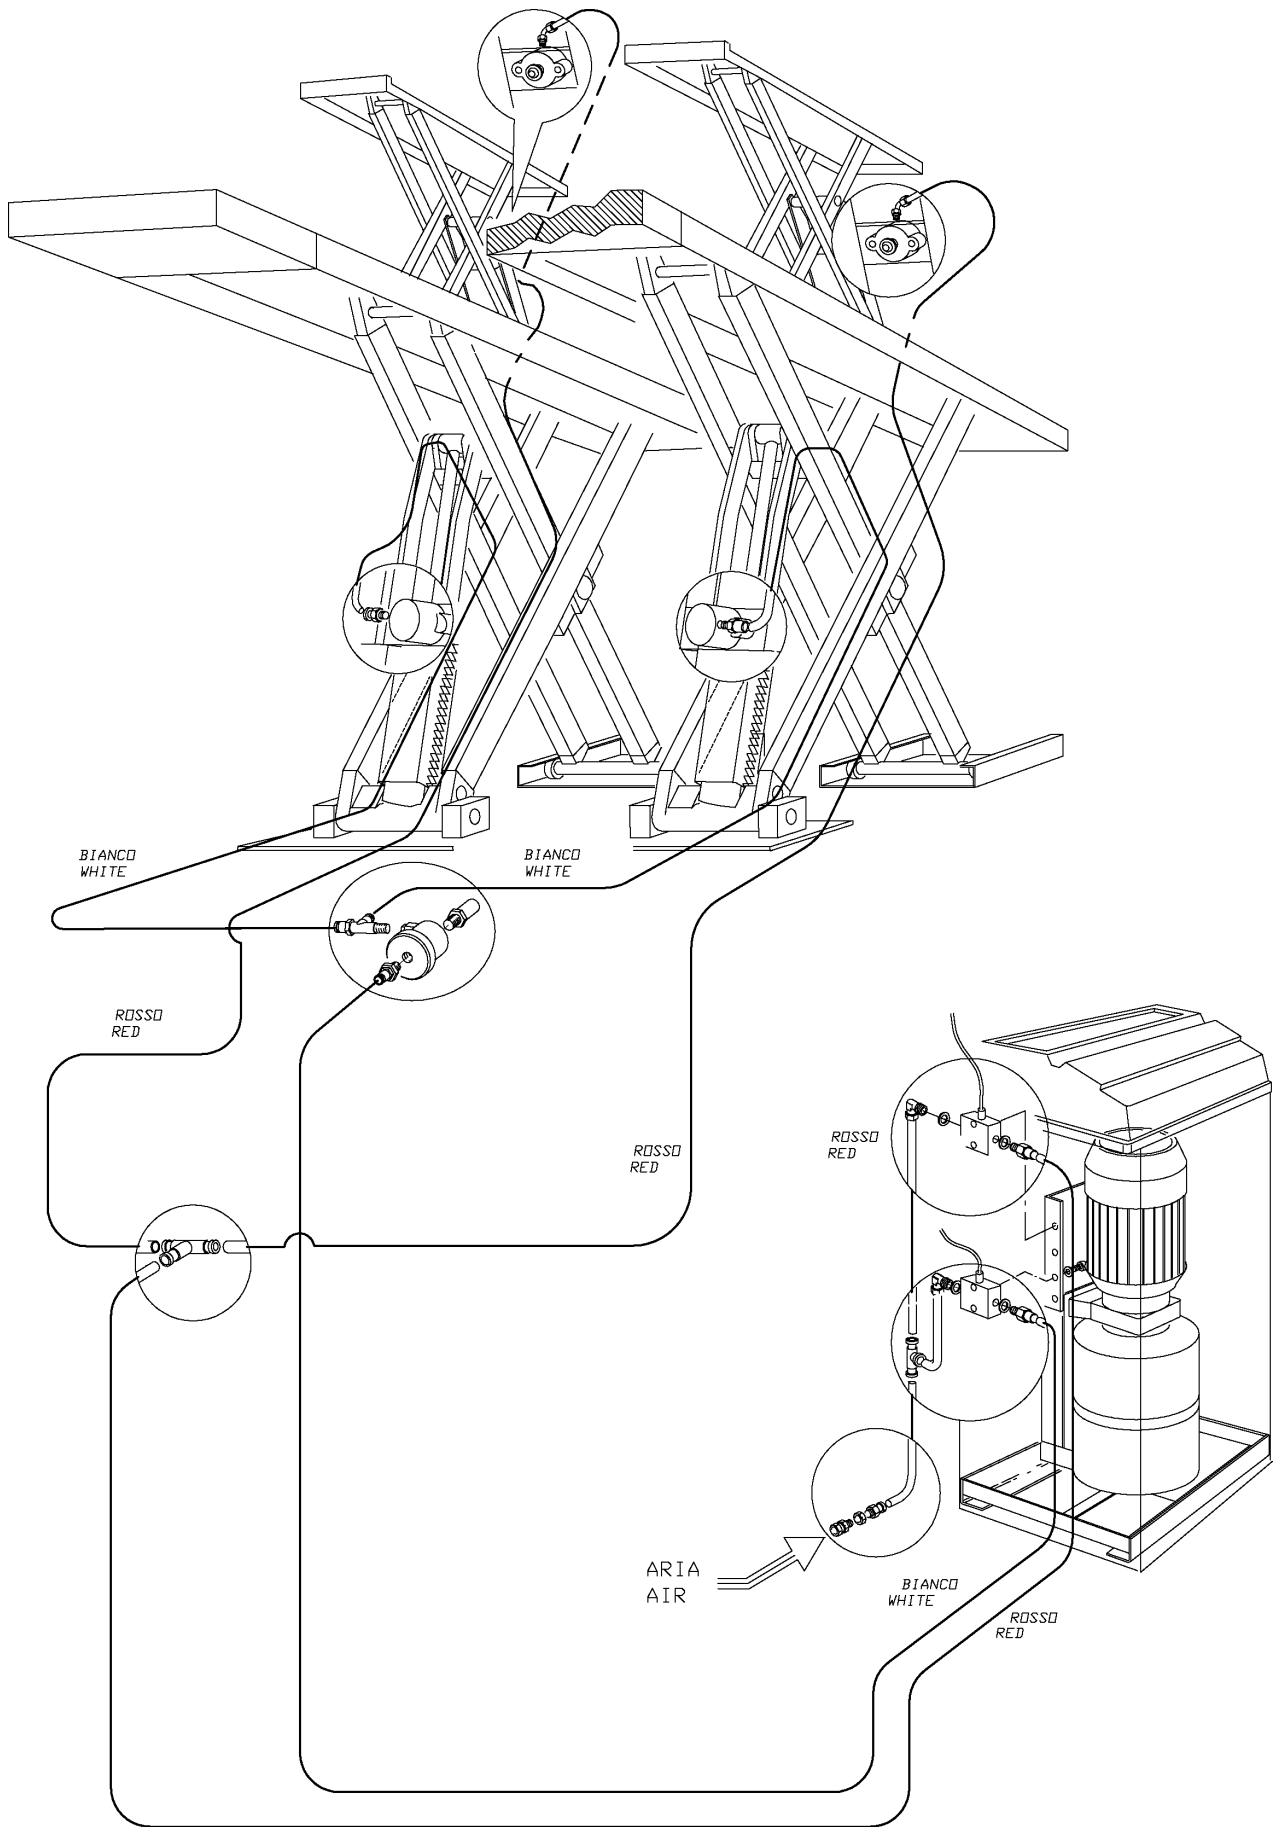

Fig. 29
**Vedi Fig.29.** Collegare l'alimentazione pneumatica. Collegare ai raccordi a T i tubi di alimentazione dei cilindretti di sgancio arresti meccanici.
**Ref. Fig.29.** Connect the air supply. Connect the T-couplings to the infeed pipes of the mechanical stop release cylinders.
**Zu Abb. 29.** Die Druckluftzuführung anschliessen. Die Zuführungsleitungen der Auslösezylinder der mechanischen Stützvorrichtung an die T-Stücke anschliessen.
**Voir Fig. 29.** Connecter l'alimentation pneumatique. Connecter les tuyaux d'alimentation des cylindres de dégagement des arrêts mécaniques aux raccords à "T".
**Ref. Fig. 29.** Conectar la alimentación neumática. Conectar a las uniones en T los tubos de alimentación de los cilindros de desenganche de los topes mecánicos.